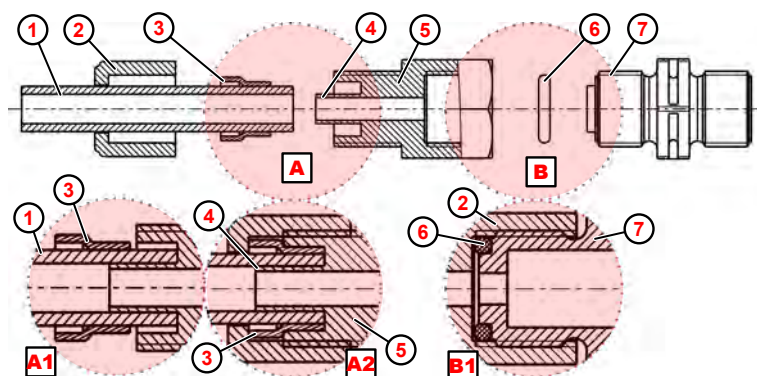

Fig. 7: Attacco tubo rigido e tubo flessibile con manicotto di sostegno integrato.
1. ➤ Inserire l'O-Ring (Fig. 7 , ⑥) nel dado della valvola di aspirazione/di mandata ⑦ .
2. ➤ Serrare la vite di accoppiamento ⑤ (dettaglio B1).
3. ➤ Tagliare il tubo flessibile ① dritto.
4. ➤ Fare scorrere il dado per raccordi ② nel tubo flessibile ① .
5. ➤ Fare scorrere l'anello di bloccaggio ③ nel tubo flessibile ① .
6. ➤ Fare scorrere il tubo flessibile ① fino a fine corsa sul manicotto di supporto ④ (dettaglio: A1).
7. ➤ Serrare la vite di accoppiamento ⑤ (dettaglio A2).